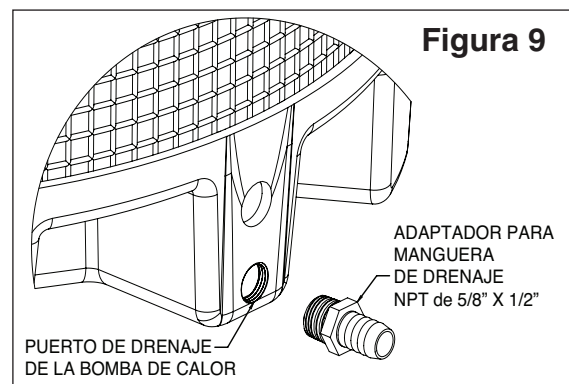

Figura 9
1. Enrosque la espiga para manguera de drenaje en el puerto roscado del drenaje que se encuentra en la base del calentador. Ver **Figura 9**.